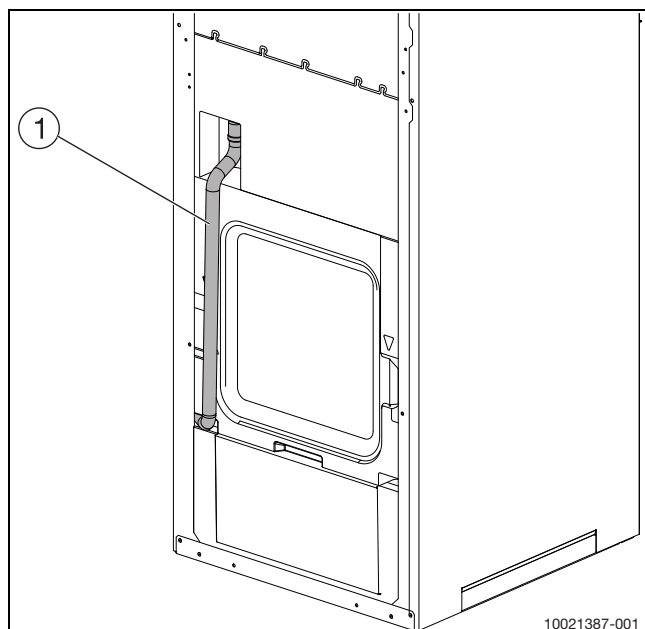

Fig. 13 Vista posteriore tubo flessibile di scarico
- Collegare il tubo flessibile di scarico sulla parte posteriore dell'apparecchio (ved. fig. 13).